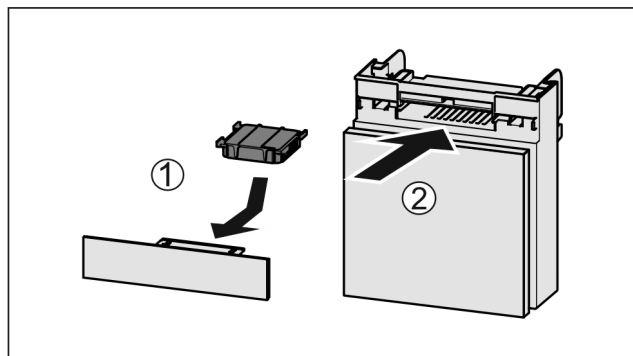

Fig. 73
- Anbring aktivkulfilteret som vis på billedet Fig. 73 (1).
- Skub rummet ind Fig. 73 (2).